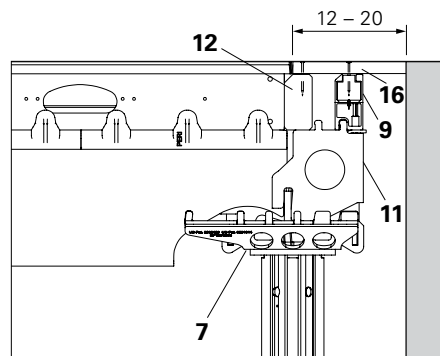

Fig. A5.26
1. Montar o cabeçal de borde SCK rodado 180° (7) ou cabeçal de apoio SSK no apoio da viga principal.
3. Colocar o forro e fixar em posição com pregos. (Fig. A5.26 + A5.27)